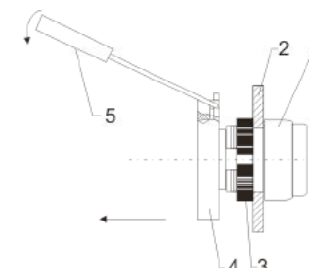

Рис. 5
2) Затем следует вставить отвертку в отверстие в проушине промежуточного корпуса, слегка приподнять и потянуть за корпус, оттягивая его от приводного элемента (рис. 5).